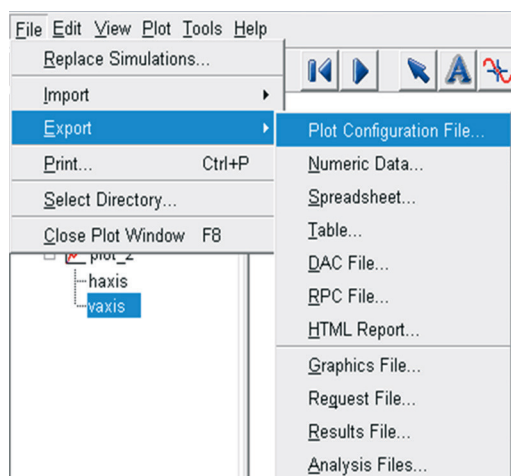

Figura 4.189 – Exportando arquivos gráficos.
- No menu *File*, selecione *Export* e, em seguida, selecione *Plot Configuration File* (Figura 4.189).
- A janela *Save Plot Configuration File* será aberta. No campo *Configuration File Name*, digite *brake\_pull*. Selecione a opção *All Plots* (Figura 4.189).